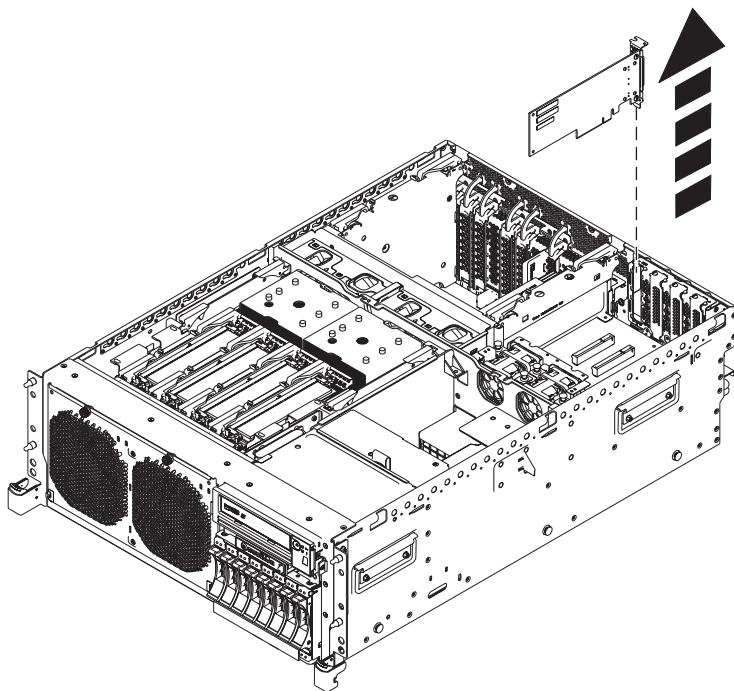
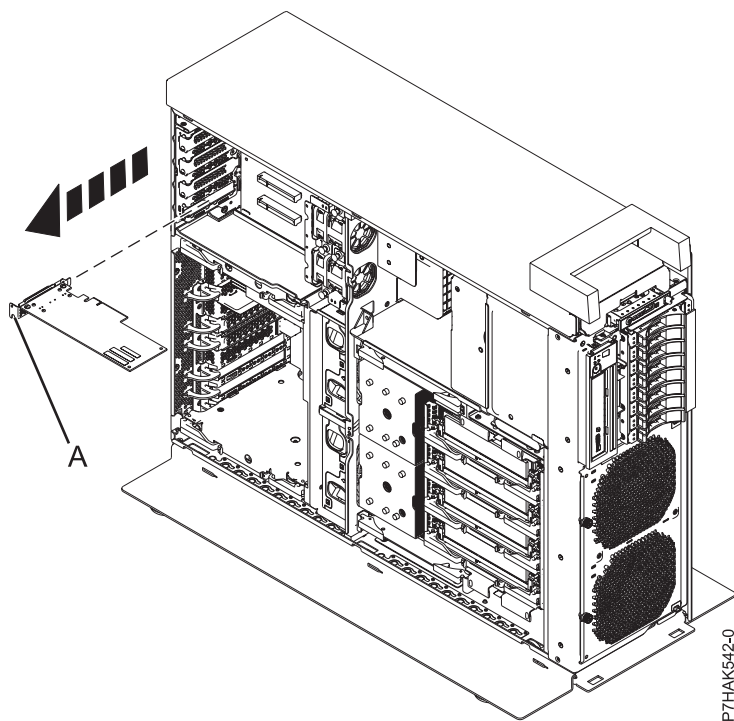

Figure 9. Retrait d'une carte PCI d'une carte d'extension sur un système monté en armoire
Figure 10. Retrait d'une carte PCI d'une carte d'extension sur un système autonome
13. Si votre système comporte une carte d'extension, vous pouvez tirer la carte PCI extra-plate de son emplacement par sa contre-poupée (a), comme indiqué à la figure 9, à la page 13 et la figure 10, à la page 13).